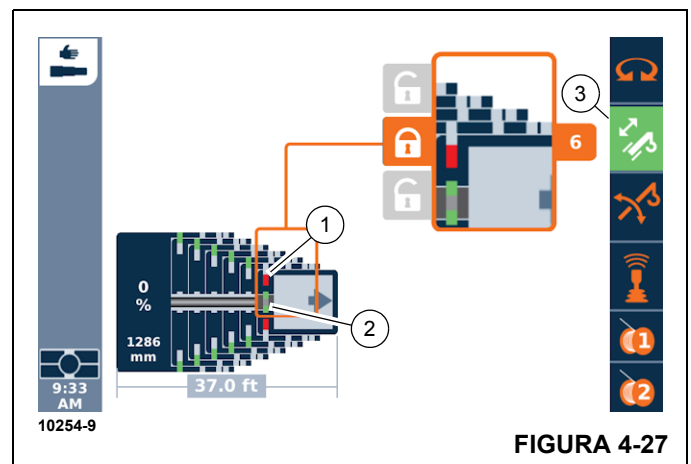

FIGURA 4-27
- Mecanismo telescópico habilitado – símbolo (3, Figura 4-27) verde
- Cilindro telescópico bloqueado – símbolo (2) verde
- Sección telescópica desbloqueada – símbolo (1) rojo